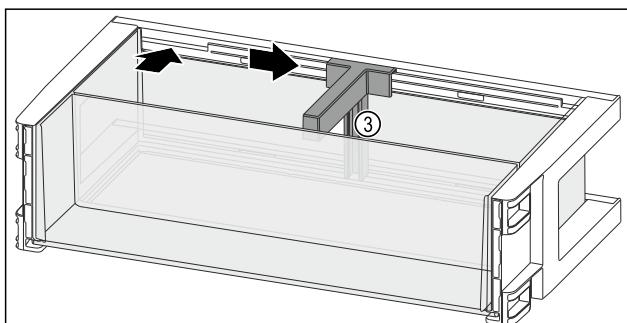

Fig. 139
- ▶ 将瓶托 Fig. 139 (3)装入槽中。
- ▶ 将瓶托 Fig. 139 (3)推至一侧的所需位置。